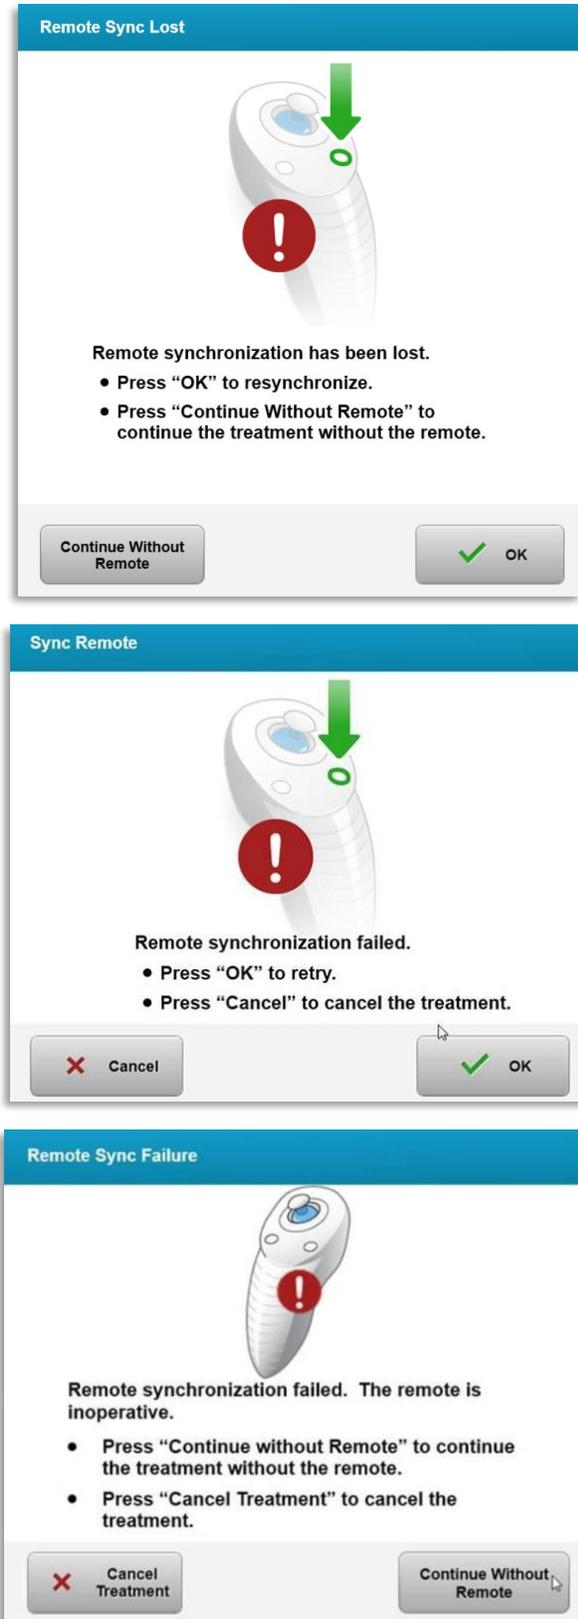

Figura 4-2. Sincronização do controlo remoto de alinhamento perdida – Controlo remoto original
- A Figura 4.1 mostra as orientação no ecrã para os sistemas KXL utilizando o controlo remoto original, a figura 4.2 mostra as orientações no ecrã para os sistemas KXL utilizando o controlo remoto atualizado.